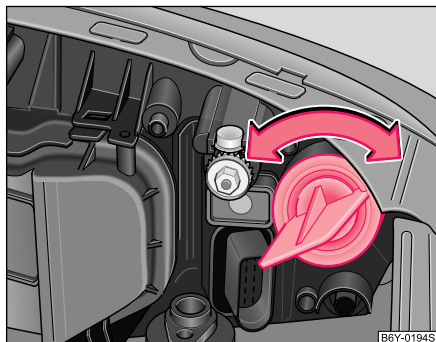

Abb. 158 Ausbau der Glühlampe für Blinklicht vorn
- Durch Drehen nach links die Lampenfassung mit Glühlampe herausdrehen ⇒ Abb. 158.